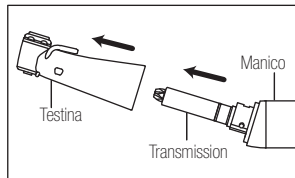

Fig. 7
- 4) Estrarre la testina dal gambo. (Fig.7)
- 5) Estrarre l'albero di trasmissione dal gambo. (Fig.7)